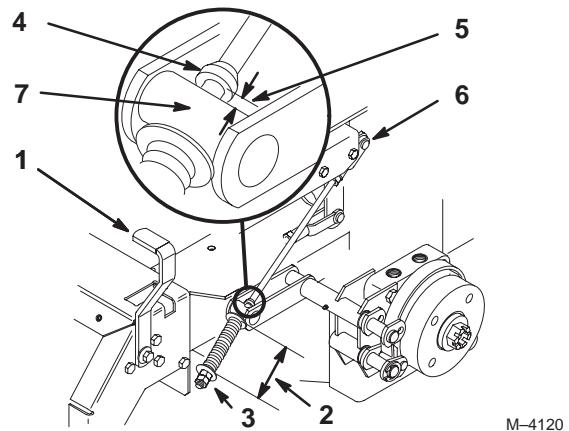

Figure 53
- Mesurez la longueur du ressort. Les rondelles doivent être distantes de 70 mm (Fig. 53).
- Si un réglage est requis, desserrez l'écrou de blocage situé sous le ressort et serrez l'écrou directement au-dessous de la chape (Fig. 53). Vissez l'écrou jusqu'à ce que le ressort ait la longueur voulue. Serrez les deux écrous ensemble et répétez la procédure de l'autre côté de la machine.
- Mesurez la distance entre le galet de tourillon et le collier sur la tige de frein. Elle doit être comprise entre 5 et 7 mm (Fig. 53).
- Si un réglage est requis, desserrez l'écrou de blocage situé juste au-dessous de la chape. Tournez les écrous de réglage inférieurs jusqu'à obtention de l'écart voulu (Fig. 53). Serrez l'écrou de blocage à la chape.